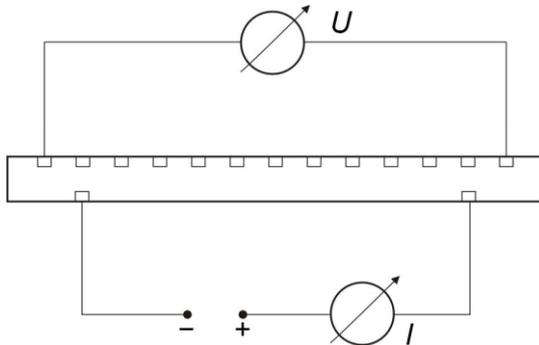

Fig. 1 Représentation schématique de la mesure à quatre conducteurs
- Brancher le bloc d'alimentation et l'ampère-mètre comme le montre la Fig. 1. À hauteur des deuxième et douzième points de mesure, les tiges métalliques possèdent deux alésages latéraux pour la connexion électrique.